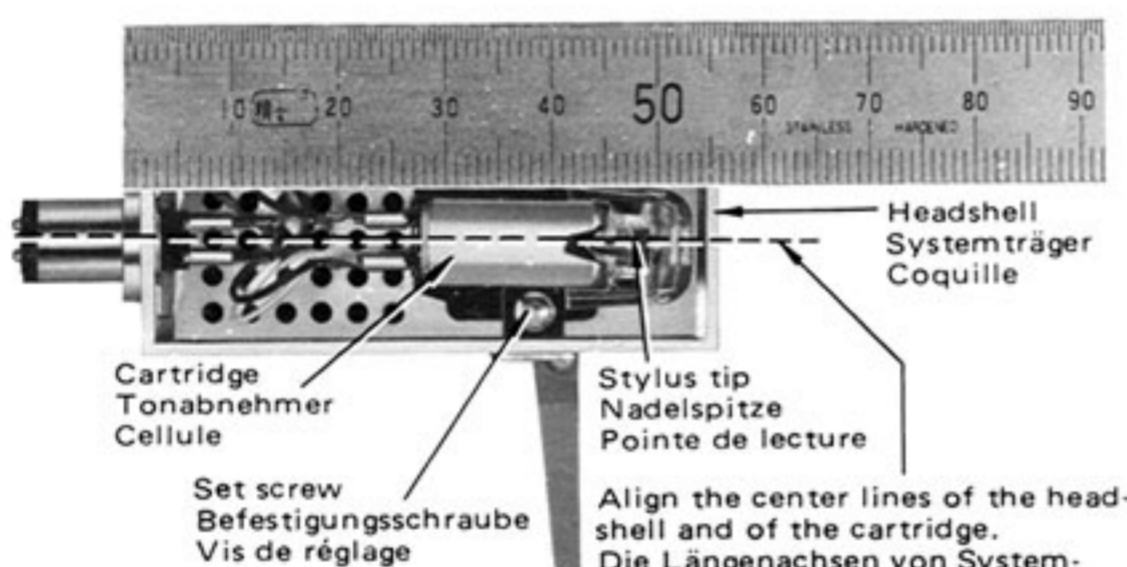

Fig. 9 Abb. 9
● Overhang Adjustment (Fig. 9)
To obtain optimum overhang, when mounting the cartridge, first align the cartridge's longitudinal axis to that of the headshell and position the cartridge so that the distance between the headshell's end face and the stylus tip equals 48 mm as shown in Fig. 9.
• Einstellung des Überhangs (Abb. 9)
Um den optimalen Überhang zu erhalten, richten Sie beim Einbau des Tonabnehmers in den Systemträger die Längsachse des Tonabnehmers auf die des Systemträgers aus und drehen den Tonabnehmer so, daß der Abstand zwischen der Stirnfläche des Systemträgers und der Abtastnadelspitze 48 mm beträgt, wie Abb. 9 zeigt.
• Réglage de la distance axe/pointe de lecture (Fig. 9)
Afin d'obtenir la distance axe/pointe de lecture optimale lors du montage de la cellule, aligner d'abord l'axe longitudinal de la cellule sur celui de la coquille et placer ensuite la cellule de sorte que la distance entre l'extrémité de la coquille et la pointe de lecture soit de 48 mm tel qu'il est indiqué dans Fig. 9.